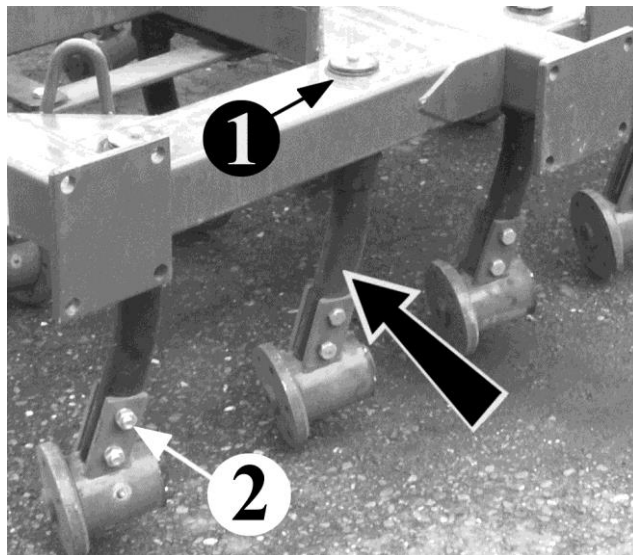

Рис. 4.1.1.
4.1.1. Центральная и боковые рамы соединены между собой с помощью осей Ø50мм. На раме во втулках установлены стойки рабочих органов в сборе с подшипниковым узлом (рис.4.1.1). Стойки фиксируются с помощью шайбы 1 болта М10х35 мм и шайбы пружинной. Подшипниковый узел устанавливается на стойку с помощью двух болтов 2 М16х85, гаек и шайб пружинных.